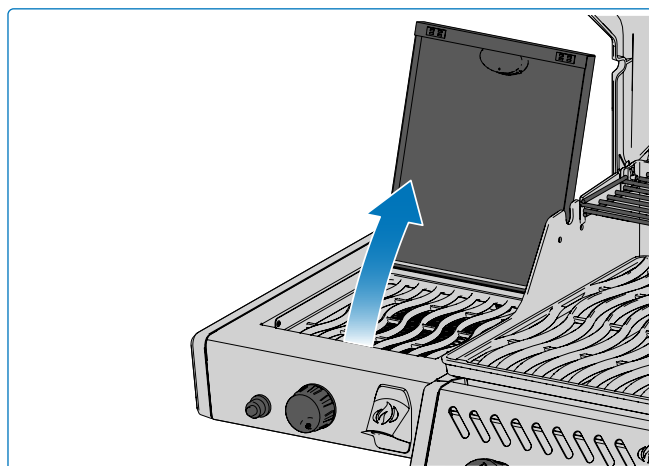

Fig. 10
1. Ouvrez le couvercle du brûleur **(Fig. 10)**